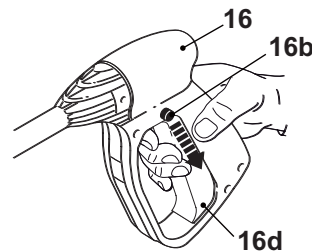

Fig. 15, verrouillage désactivé; la gâchette peut être actionnée
2. Pour utiliser l'appareil, déverrouillez la gâchette en appuyant sur le bouton de désactivation (16b) (Fig. 15).